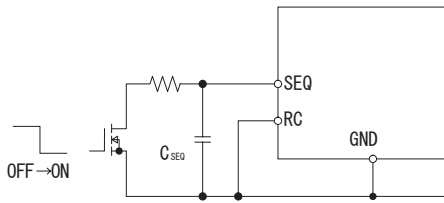

図4.7 ソフトスタート外付け回路例
■SEQ端子とGND端子間にコンデンサ C_{SEQ} と図4.7の外付け回路を接続することで、立ち上がり時間を変更することができます。 C_{SEQ} と立ち上がり時間の関係は以下の通りです。